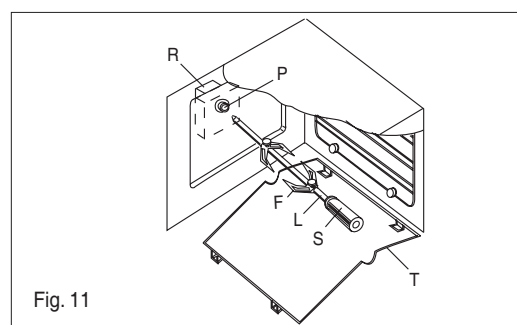

Fig. 11
50 ÷ 200	<p>Totaal grill verwarmingselement  en (draaispitsmotor al naar gelang het model, zie fig. 11). Deze functie is geschikt voor braden aan het spit, grillen en gratineren.</p>
50 ÷ 200	<p>Totaal grill verwarmingselement  en (draaispitmotor al naar gelang het model, zie fig. 11). Deze functie is geschikt voor braden aan het spit, grillen en gratineren.</p>
- Plaats de spitsteun zoals afgebeeld in (fig. 11)
- Plaats het einde van het spit in motor M aan de achterkant van de oven (fig. 11)